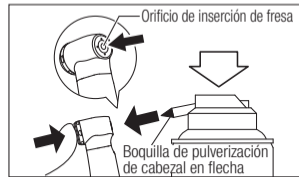

Fig. 9
- 2) Lubrique el dispositivo de sujeción directamente por el orificio de inserción de la fresa (Fig. 9).